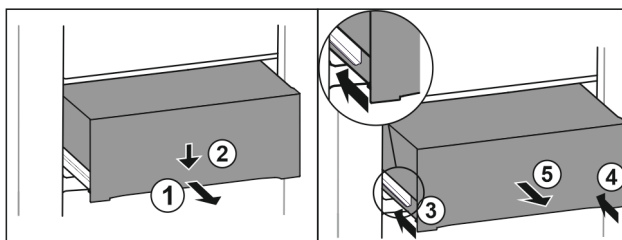

Fig. 134
- Estrarre il cassetto a metà. Fig. 134 (1)
- Premere il cassetto sul lato anteriore verso il basso. Fig. 134 (2)
- Spingere la guida sinistra di circa 2 cm verso l'interno. Fig. 134 (3)
- Spingere la guida destra di circa 2 cm verso l'interno. Fig. 134 (4)
- Rimuovere il cassetto tirandolo in avanti. Fig. 134 (5)